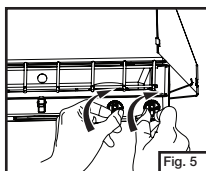

Fig. 5
- Cierre firmemente ambas válvulas del quemador. (Fig. 5)